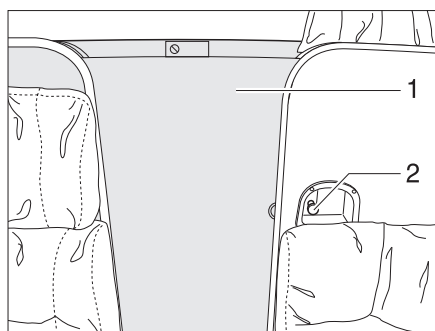
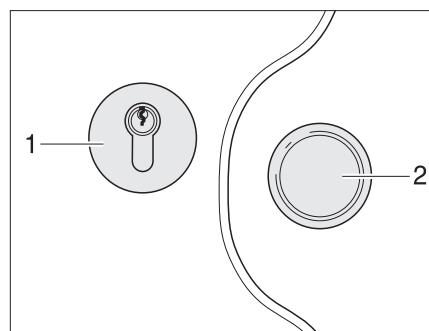

Fig. 57 Separación de la cabina del conductor
Fig. 58 Cerradura de la cabina del conductor
- Quitar el seguro y cerrar deslizando la puerta (Fig. 57,1).
- Girar el tirador (Fig. 57,2) en sentido contrario a las agujas del reloj, hasta que esté bloqueada la puerta.
- Girar el tirador (Fig. 57,2) en sentido de las agujas del reloj, hasta que esté desbloqueada la puerta.
- Empujar y asegurar la puerta (Fig. 57,1).
- Quitar el seguro de la puerta (Fig. 57,1) y cerrarla deslizándola con el tirador (Fig. 58,2).
- Introducir la llave en el cilindro de cierre (Fig. 58,1) y girarla en el sentido de las agujas del reloj, hasta que esté bloqueada la puerta.